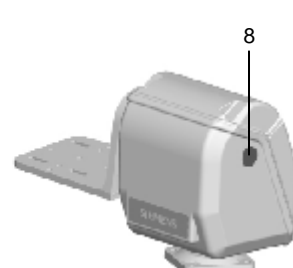

Fig. 1 Replacing an over-the-top with a side mount
3. Befestigen Sie die Plattform in der richtigen Ausrichtung (vgl. Abb. 1) an dem Schwenk-/Neigekopf wie unter "Anbringen der Halterung für seitliche Montage" beschrieben.